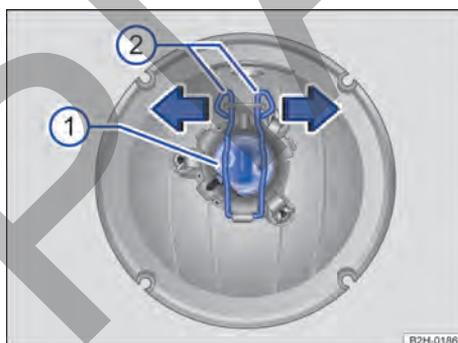

Fig. 162 Faro adicional en el techo del vehículo: cambiar la lámpara.
6. Presione los bloqueos hacia abajo y desengánchelos en el sentido de las flechas → fig. 162 .
7. Extraiga el portalámparas de la carcasa del reflector → fig. 162 .
10. Presione los bloqueos hacia abajo y engánchelos en el sentido contrario al de las flechas → fig. 162 ②.